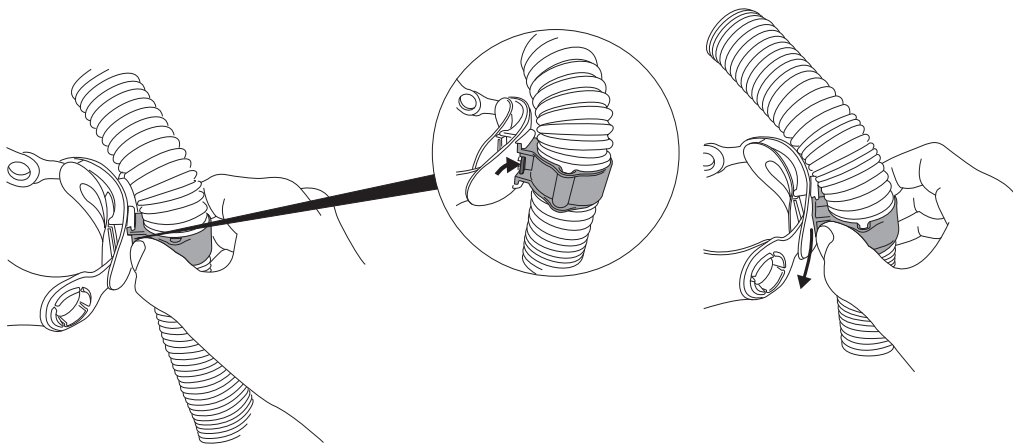

Fig. 18a
- a. Déconnecter le tuyau d'admission d'air du masque de soudeur (consulter la rubrique « Raccordement et débranchement des tuyaux de respiration » à la section *directives d'utilisation*) (Fig. 18a).